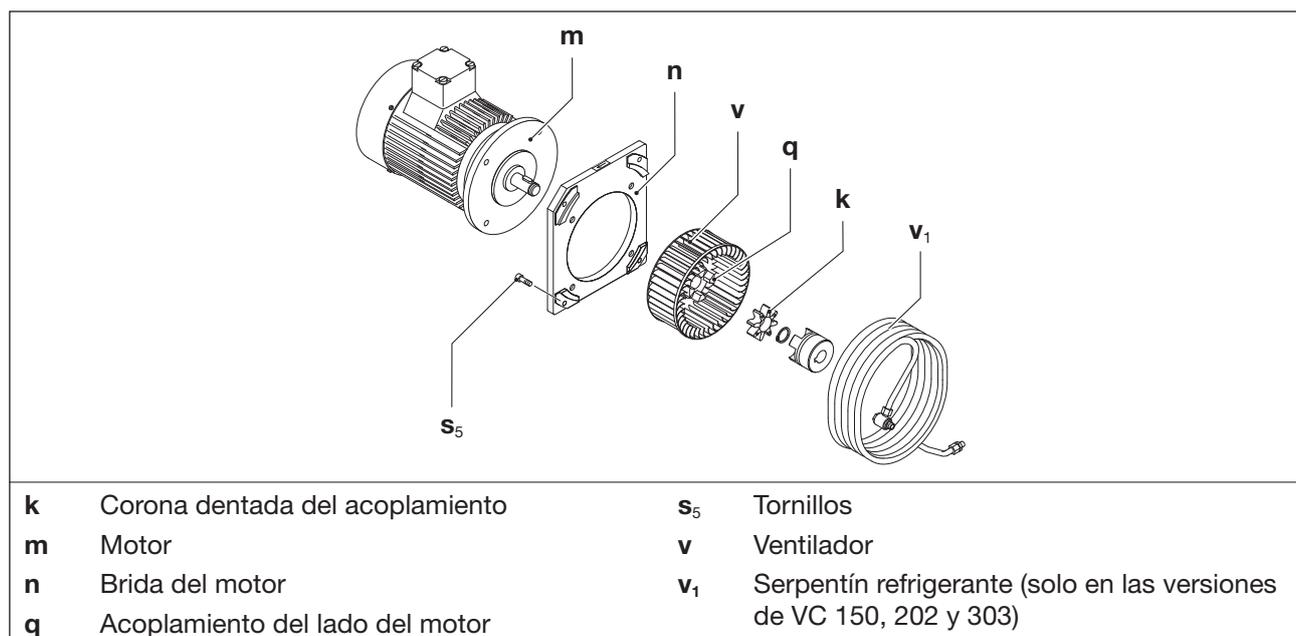

Fig. 9 Acoplamiento
La corona dentada (Fig. 9/k) del acoplamiento está sometida a desgaste y es necesario comprobarla periódicamente (como mínimo 1 vez al año); limpiar al mismo tiempo el serpentín refrigerante (Fig. 9/v₁) soprándolo.
- c) Aflojar los tornillos (Fig. 9/s₅) en la brida del motor (Fig. 9/n).
- d) Extraer axialmente el motor con su parte del acoplamiento (Fig. 9/q₁) de la brida del motor (Fig. 9/n) y suspenderlo mediante el equipo de elevación.
- e) Comprobar la corona dentada (Fig. 9/k) en busca de daños y desgaste y, dado el caso, cambiarla.
- f) Comprobar también el ventilador (Fig. 9/v) de vez en cuando y reemplazarlo si presenta daños.
- h) Volver a colocar la corona dentada y el motor con la mitad del acoplamiento del lado del motor de forma axial y fijarla con los tornillos (Fig. 9/s₅) en la brida del motor (Fig. 9/n). Par de apriete: M10 = 50 Nm; M12 = 90 Nm